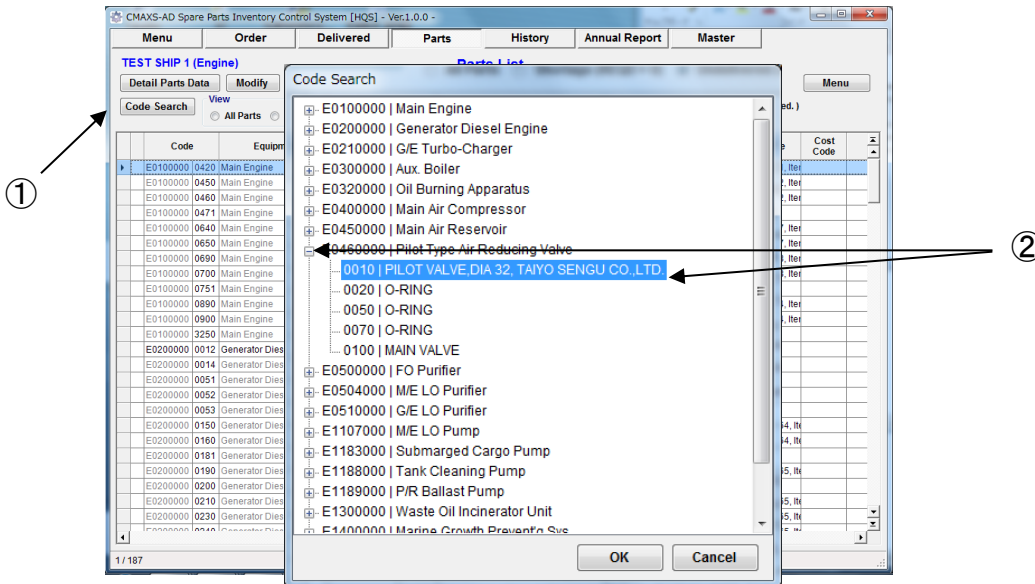

図 18-1 Code Search 画面
- (1) 各画面上にある[Code Search] を選択します。下図 18-1 は“Parts List 画面”での例です。
- (2) [+]マークをクリックするとリストが展開されますので項目を選択し、[OK]を選択します。
- (3) 選択した項目がリストの最上段に表示されます。